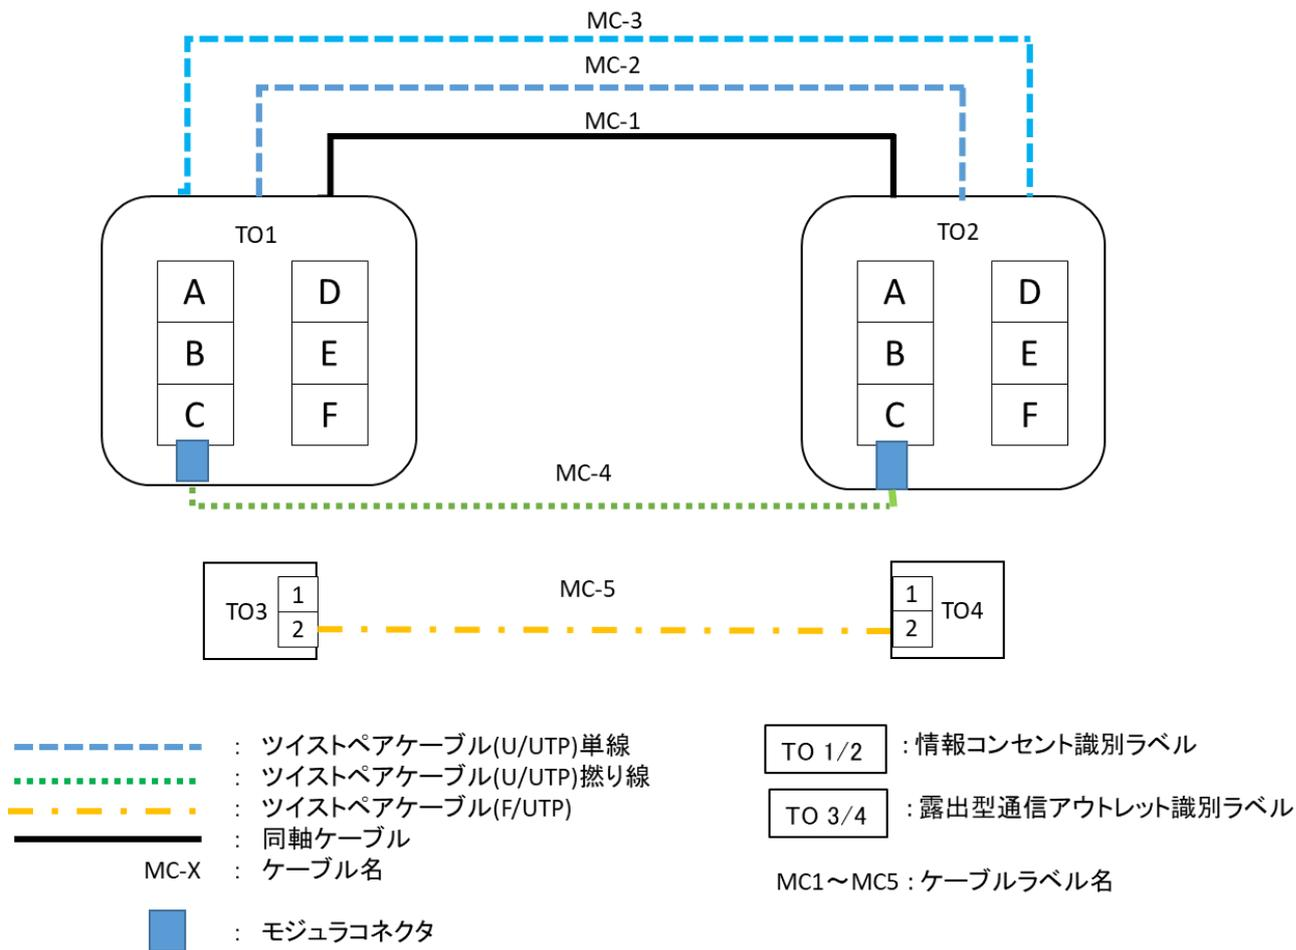

図3 配置図
- ・ 全てのケーブルの両端、情報コンセント及び露出型通信アウトレットに識別ラベルを取り付ける。識別ラベルは、図3に記載の記号とすること。